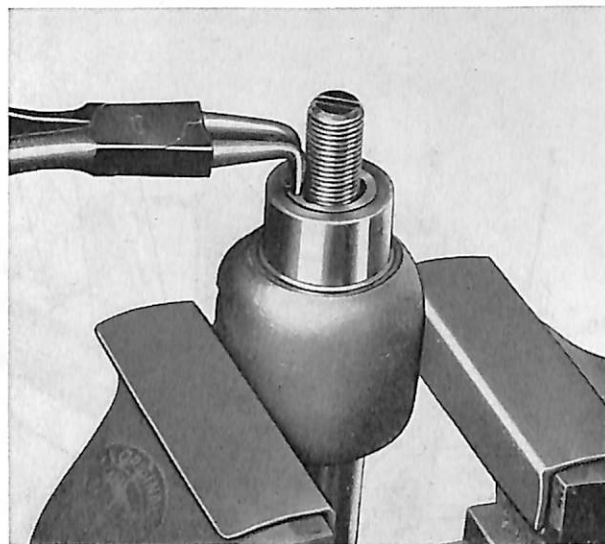

Bild 29. Demontering av justerskruv.
4. Lossa låsmuttern (på tidigare utförande kapseln och låsbrickan) och skruva ur justerskraven ur locket. Justerskraven kan demonteras ifrån styraxeln sedan låsringen tagits bort, se bild 29.